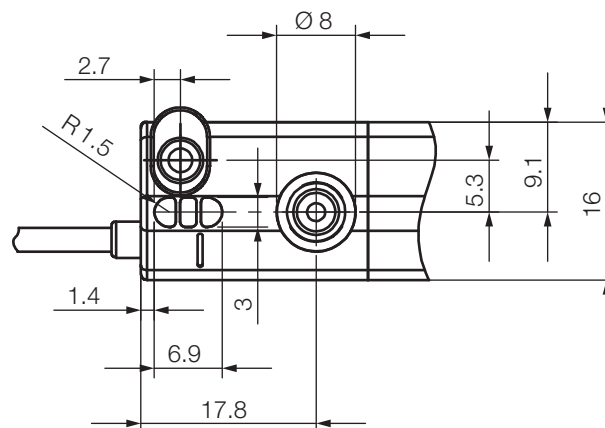

Рис. 4-13: Размеры и расстояния для клавиши и светодиодов
**i** При обратном монтаже необходимо предусмотреть выемку под клавишу и светодиоды (размеры см. Рис. 4-13), иначе конфигурация BMP возможна только через IO-Link.